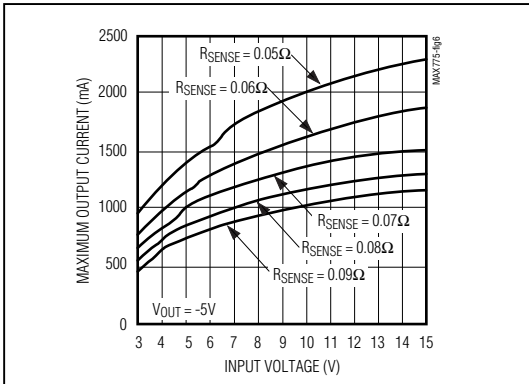
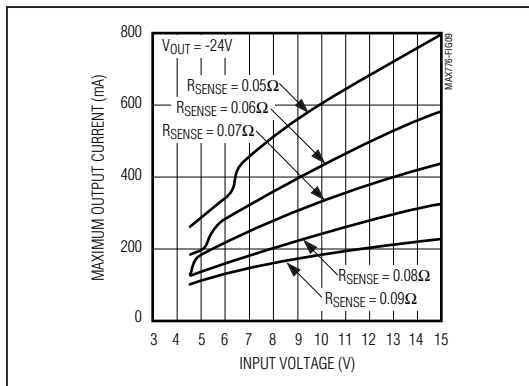

図6. MAX774の最大出力電流対入力電圧( $V_{OUT} = -5V$ )
図9. MAX774/MAX775/MAX776の最大出力電流と入力電圧の関係 ( $V_{OUT} = -24V$ )
ピーク電流を低くすることで最大限の効率を達成し、外付部品のサイズとコストを低減することができます。しかし、出力電流はピーク電流の関数になっているため、制限値をあまり低く設定しないでください。必要な負荷電流に対応する検出抵抗については図6～図9を参照してください。検出抵抗を決定することでピーク電流も決まります。
2) 次に、図9を参照して出力電流が(最低の入力電圧で)必要条件を満たす最低の電流制限の曲線を見つけてみます。
$R_{SENSE} = 80m\Omega$ の曲線(図9)では、4V入力での出力電流は約125mAにしかありません。したがって、次の $R_{SENSE} = 70m\Omega$ の曲線を見てみます。この曲線は $V+ = 4V$ 、 $V_{OUT} = -24V$ で $I_{OUT} > 150mA$ です。この場合の電流制限は $0.210V/0.070 = 3A$ です。これらの曲線はワーストケースのインダクタ( $\pm 10\%$ )及び電流検出トリップレベルを考慮に入れていますが、検出抵抗の許容誤差は考慮していません。スイッチのオン抵抗は70mΩです。